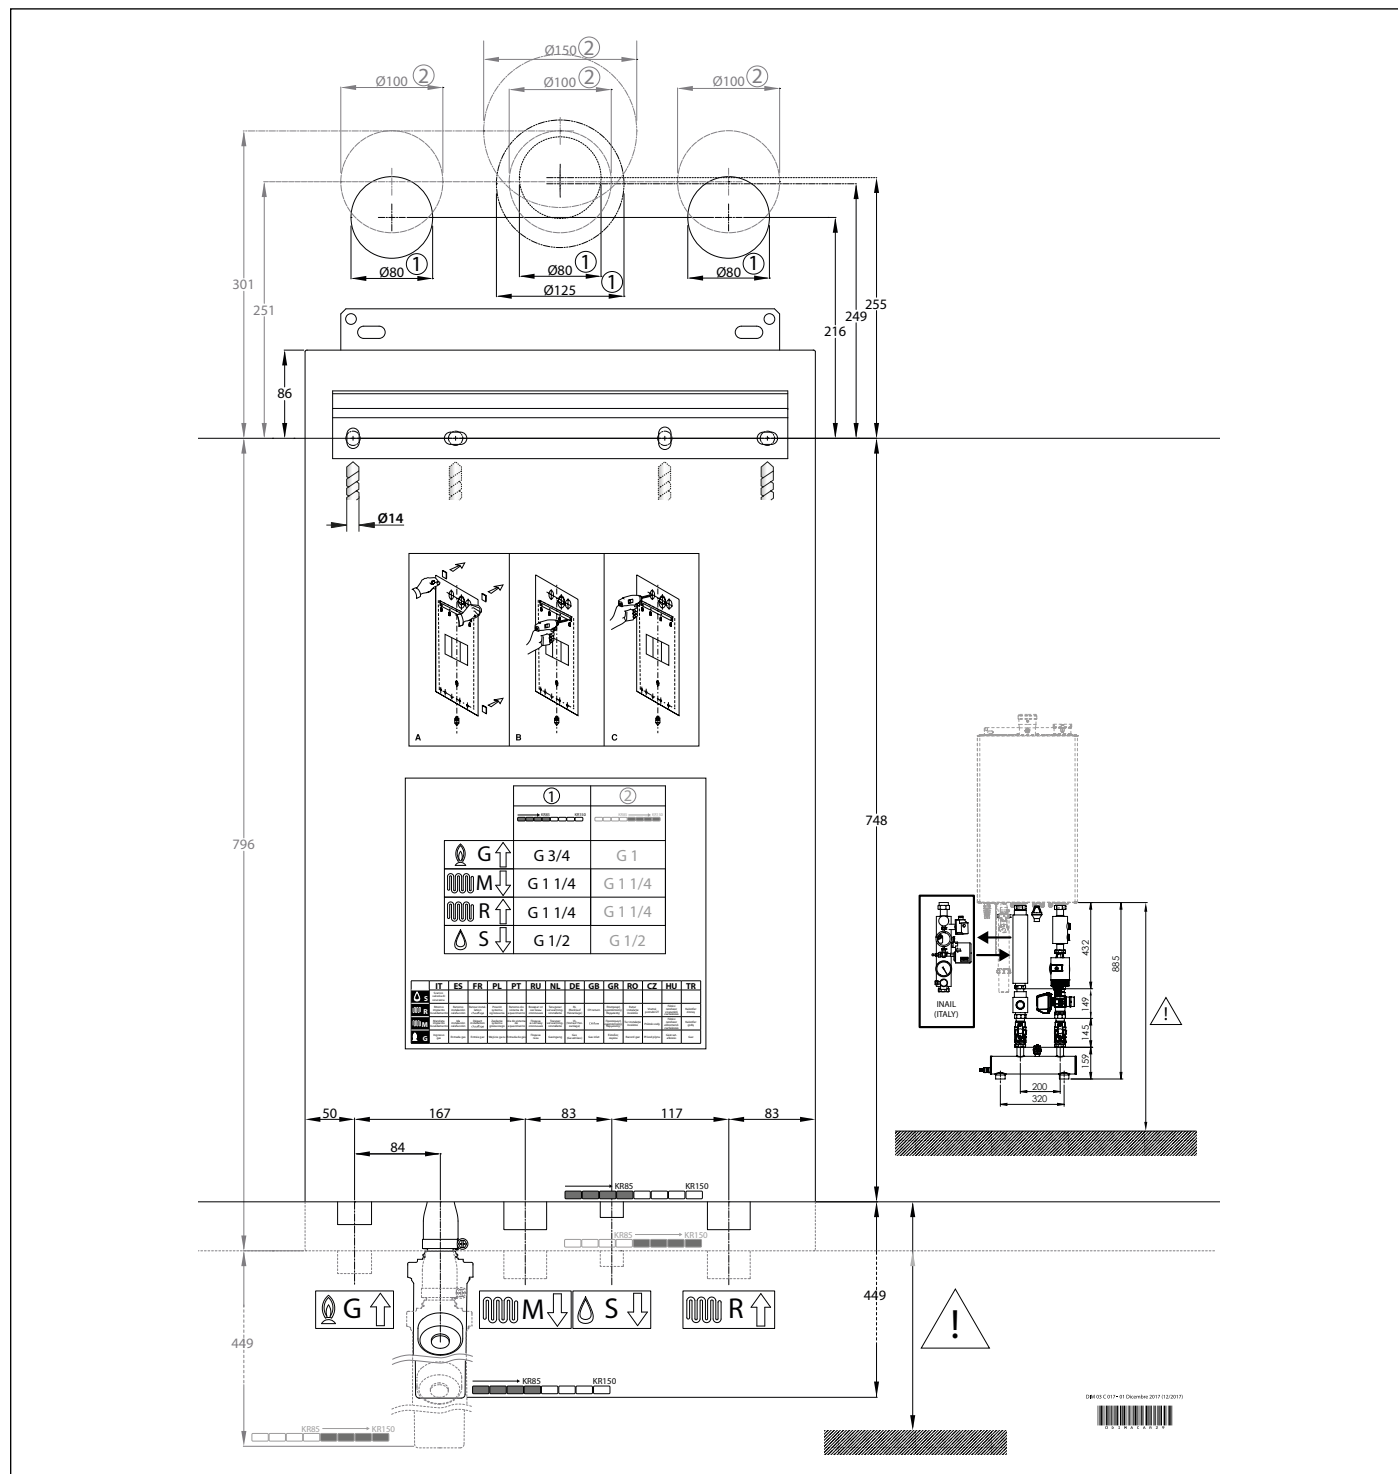

Рис. 10 Паперовий шаблон.
- Монтажний паперовий шаблон (див. Рис. 10 Паперовий шаблон.).
Кожний котел забезпечений спеціальним паперовим шаблоном, що знаходиться в упаковці (див. Рис. 10 Паперовий шаблон.). Шаблон дозволяє забезпечити правильне розташування труб, підключених до системи центрального опалення і газової мережі, а також каналів повітрозбірника і випуску димового газу, під час реалізації водяної системи і перед монтажем бойлера. Цей шаблон виготовлений з міцного паперового листа, який, за допомогою рівня, кріпиться на стіну, призначену для установки котла.